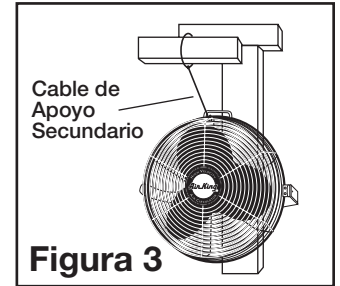

Figura 3
3. Enroscar el otro cabo del Cable alrededor de una viga o armazón segura de la edificación, o de otro soporte cercano al Ventilador (Figura 3). Recoger todo lo del cable que quede sobrando.